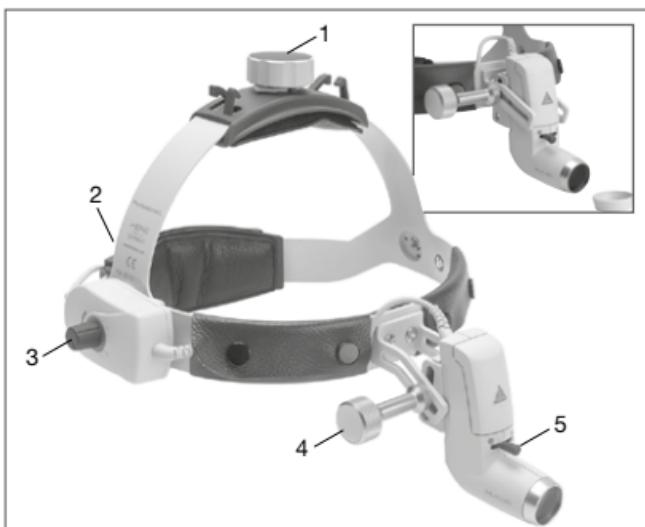

Bild 2 Pannband Professional L
Anpassning av **pannbandet Professional L** (se bild 2): För anpassning till huvudets omkrets kan pannbandet göras större eller mindre genom att vrida på vridhjulen uppåt (1) och bakåt (2).
### Val av synvinkel och synfält (bild 2)